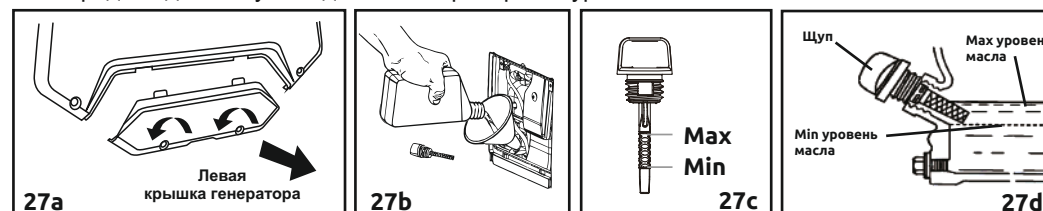

Рисунок 27 - Уровень масла
- Откройте панель для доступа к узлам двигателя (рис. 27а).
- Постепенно заливайте масло в отверстие, периодически проверяя его уровень (рис.27б). Уровень масла будет достаточным, когда он дойдет до резьбы на горловине картера (рис.27д).
- Закройте панель (рис. 27а).